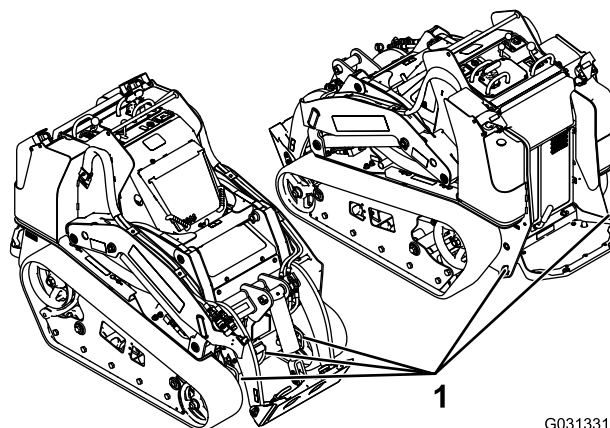

Figure 29
8. Servez-vous des points d'attache en métal de la machine pour l'arrimer solidement sur la remorque ou le véhicule de transport au moyen de sangles, chaînes, câbles ou cordes (Figure 29). Voir la réglementation locale concernant les exigences en matière d'arrimage.
Vous pouvez soulever la machine en vous servant des points d'attache/de levage ; voir Figure 29.